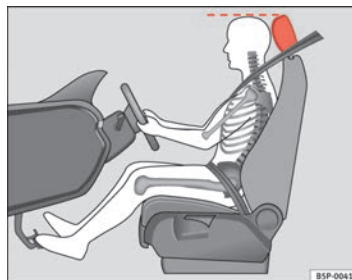

Abb. 2 Die richtige Kopfstützeinstellung für den Fahrer
- Stellen Sie die Kopfstütze so ein, dass die Oberkante der Kopfstütze sich möglichst auf einer Linie mit dem oberen Teil Ihres Kopfes befindet ⇒ **Abb. 2**.